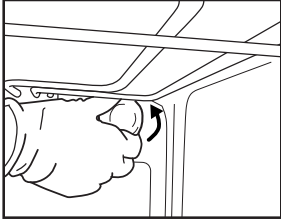
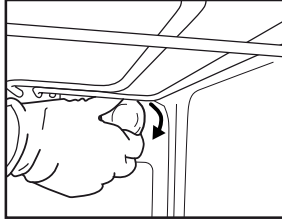

Fig. 6
Fig. 7
2. Draai het beschermkapje los (Fig. 6), vervang het lampje (zie de opmerking voor het type lampje) en draai het beschermkapje weer vast (Fig. 7).